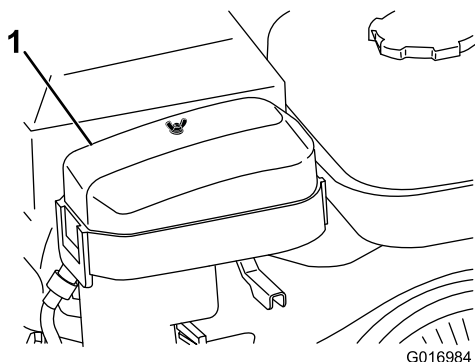

Figura 28
2. Togliete il dado ad alette che fissa il filtro dell'aria e rimuovete il coperchio (Figura 28).